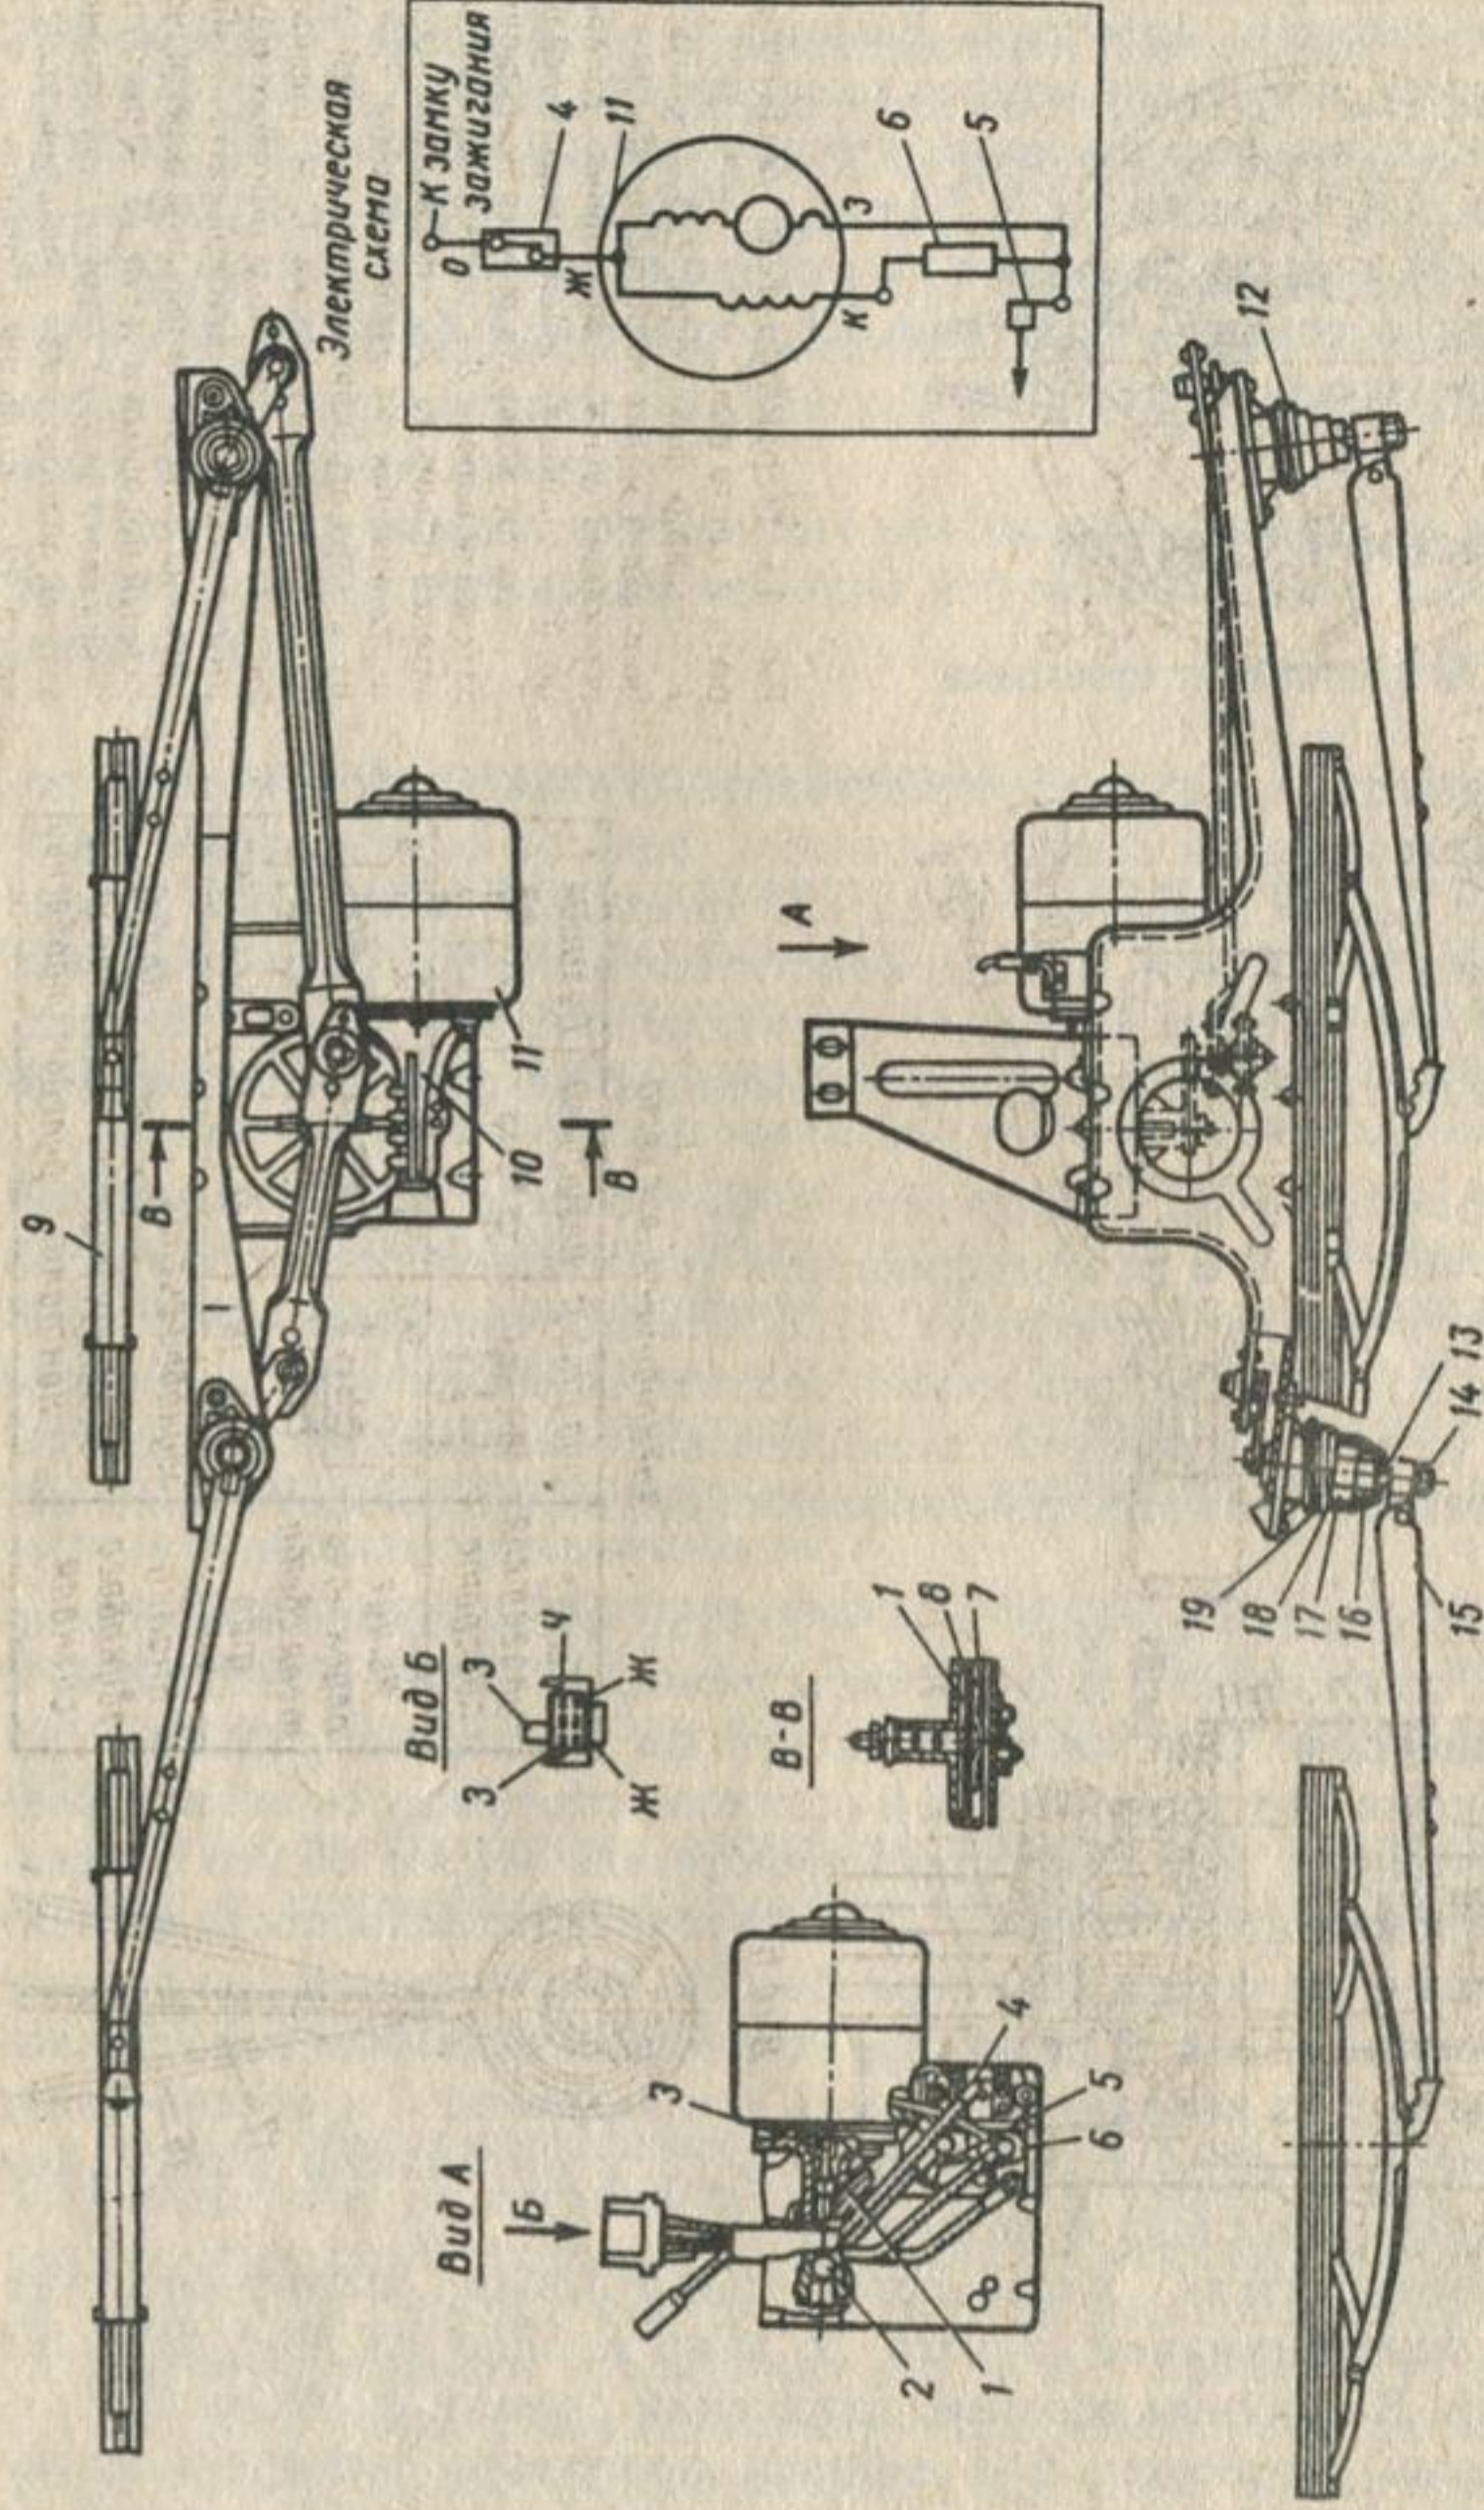

Рис. 12. Стеклоочиститель СЛ220 стекла ветрового окна:
На автомобилях моделей 2140 и 2140SL установлены модернизированные стеклоочистители соответственно СЛ220П и СЛ220ПЛ с электроприводом. Они имеют колодочные штекерные разъемы для подсоединения электропроводов и различаются между собой внутренней коммутацией. Все узлы стеклоочистителя имеют общее основание. Электродвигатель 11 (рис. 12) стеклоочистителя крепится к фланцу червячного редуктора 10, в свою очередь закрепленному на основании стеклоочистителя. В редукторе установлен механизм самоостанова. Он состоит из контактного диска 8 и контакта 7 и обеспечивает автоматическую остановку щеток 9 в горизонтальном положении после выключения стеклоочистителя.
Стеклоочиститель расположен под панелью приборов и прикреплен нижней частью основания к распорке кузова двумя болтами с гайками, к наружной панели кузова стеклоочиститель прикреплен также двумя гайками 17 (см. рис. 12).
- отверните гайки 14 (см. рис. 12) крепления рычагов 15, щеток 9 и снимите рычаги вместе со щетками;